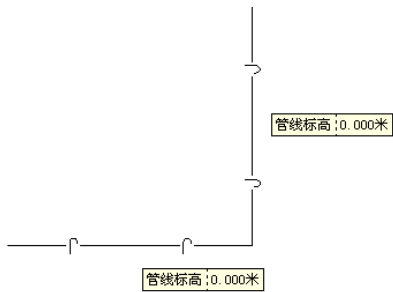

图 7-35 打开素材
① 按 Ctrl+O 组合键，打开配套光盘提供的“第 7 章/7.4.3 坡高计算.dwg”素材文件，结果如图 7-35 所示。
② 输入 PGJS 命令按回车键，命令行提示如下：